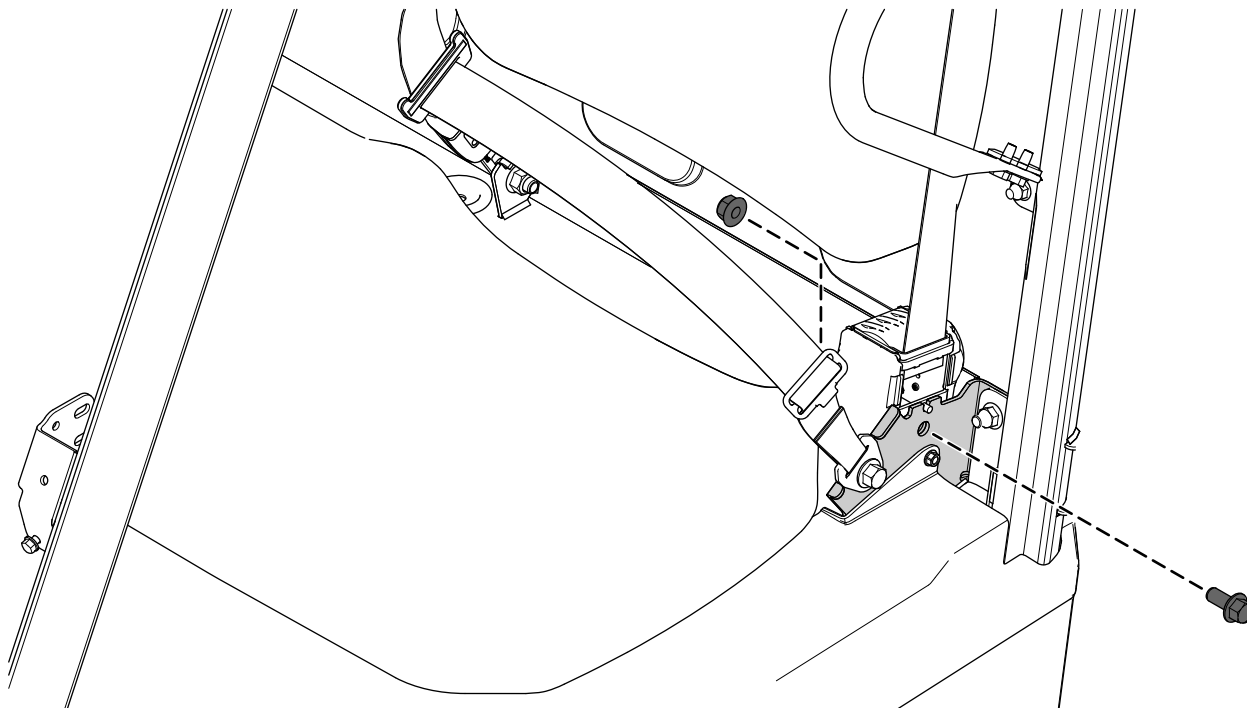

Figura 2
1. Rimuovete il bullone a testa flangiata (7/16" x 1") e il dado di bloccaggio (7/16") che fissano il riavvolgitore della cintura del sedile (Figura 2).